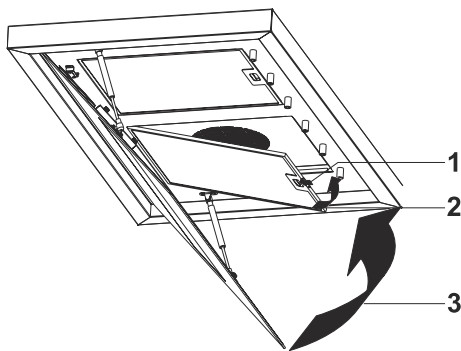

Abb. 26: Einsetzen des Metallfettfilters
11. Legen Sie den Metallfettfilter in das Gerät und öffnen Sie den Filterverriegelung (Abb. 26/1)
12. Setzen Sie den Metallfettfilter ein (Abb. 26/2)
13. Schließen Sie den Seitenabzugsglas (Abb. 26/3).